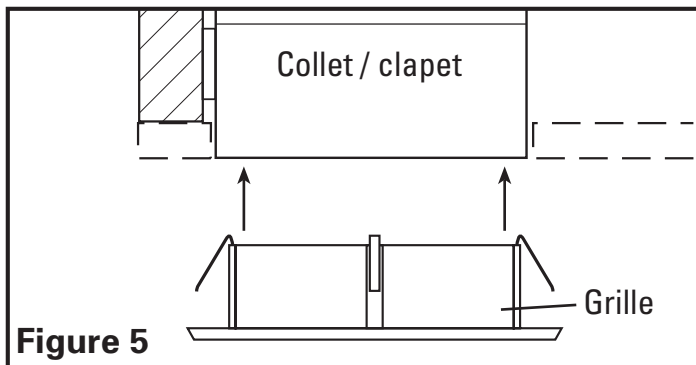

Figure 5
- Une fois le matériel du mur/plafond en place, installez la grille dans le collet en la poussant fermement vers le collet jusqu'à ce qu'elle soit à effleurement du matériau du mur/plafond (Figure 5).
- Installez la grille dans le collet en la poussant fermement vers le collet jusqu'à ce qu'elle soit à effleurement du matériau du mur / plafond (Figure 5).